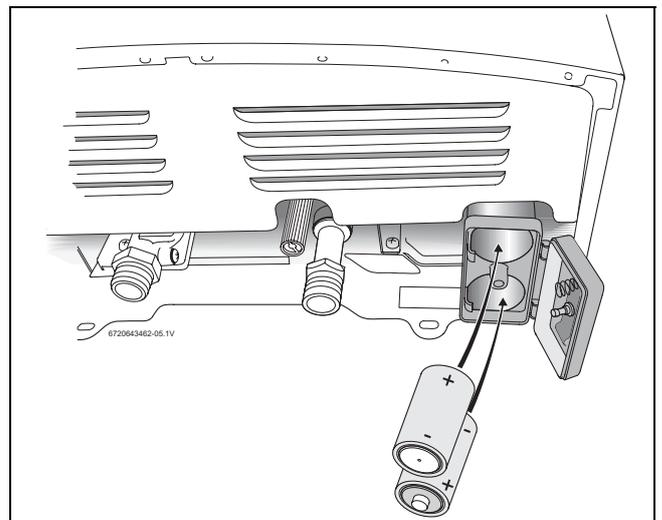

Fig. 16 Colocação das pilhas
- ▶ Introduzir corretamente as pilhas LR20 de 1.5 V (→ Fig. 16 ) .